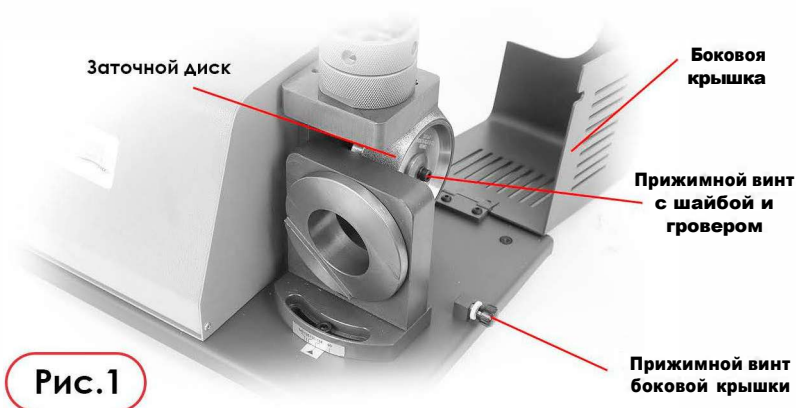

Рис.1
2. Ослабьте прижимной винт боковой крышки и откиньте крышку назад. (Рис. 1)